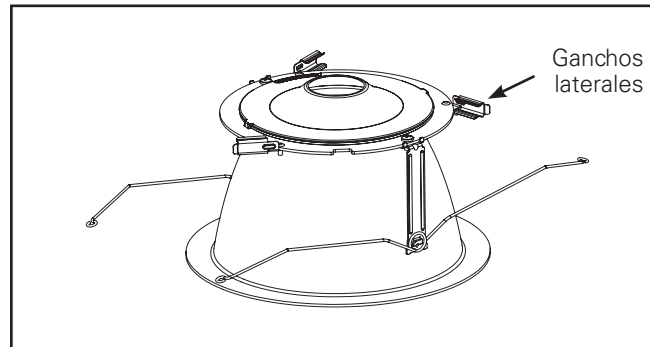

Figura 32
3. Retire la unidad de la moldura del embalaje protector y gire los ganchos laterales (3) hacia afuera. (Figura 32).